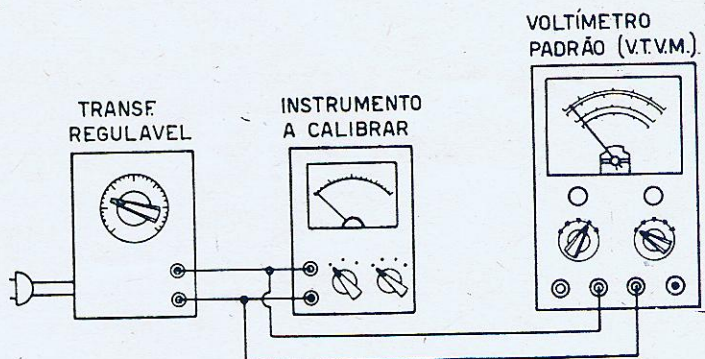

Figura 2
1.º — Acople o voltímetro padrão à fonte de tensão variável e o medidor que você construiu como ilustrado na figura 2.
Terminados estes ajustes a calibração dos multiplicadores de medição estará completa e você poderá preparar uma escala para o seu instrumento. Adote a disposição mostrada na figura 2 e lembre-se de que quanto maior o número de pontos de calibração determinados (assinalados), maior precisão terá o seu medidor. Você descobrirá que a faixa